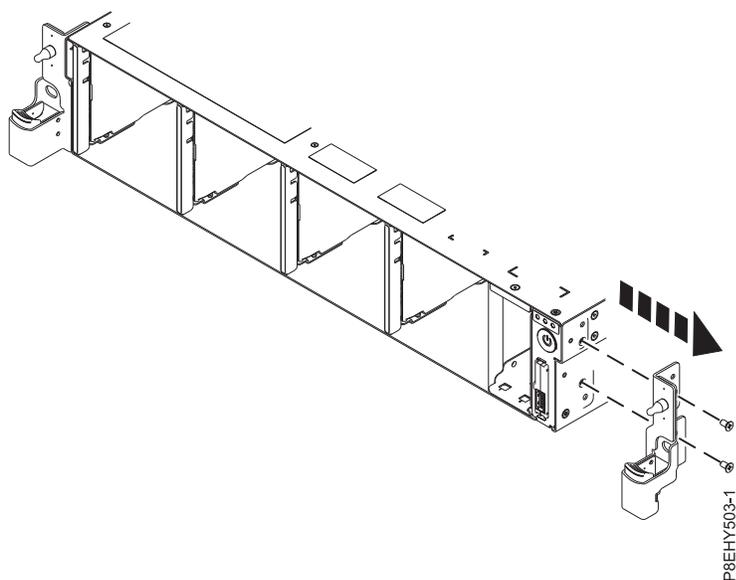

図 20. ラック取り付け支持具の取り外し
7. システムの側面からラック取り付け支持具を取り外します。 29 ページの図 20 を参照してください。